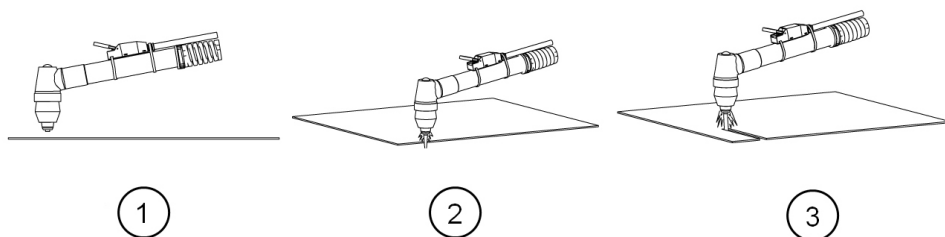

Рис. 8.5. Рез с края листа.
**9.** Поднесите плазмотрон к заготовке, дотроньтесь соплом до заготовки. Нажмите кнопку на плазмотроне – появится основная дуга. Начинайте процесс резки (См. рис. 8.5 и 8.6).